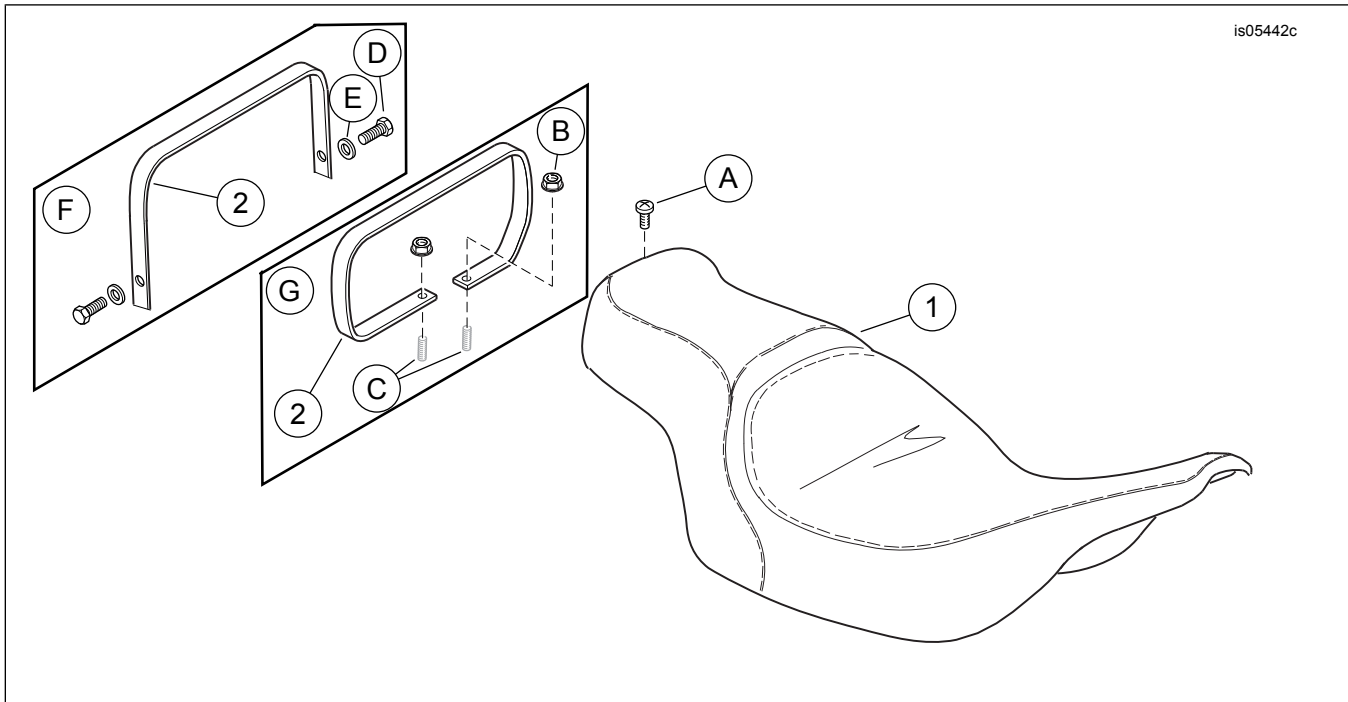

Abbildung 7. Ersatzteile: Sitzheizung
Siehe Abbildung 7 und Tabelle 1 für Inhalt des Satzes.
- Siehe Abbildung 7 >. Schraube (D), Unterlegscheibe (E) und Halteriemende entfernen. Die Befestigungsteile für späteren Einbau aufheben.
- Siehe Abbildung 7 >. Die Kreuzschlitzschraube (A) mit der Sicherungsscheibe von der Rückseite des gegenwärtig eingebauten Sitzes entfernen. Den Sitz nach hinten ziehen und den Sitz entfernen. Die Schraube aufbewahren
- Siehe Abbildung 7 >. Halteriemenschieberschraube (D) und Unterlegscheibe (E) einbauen. Festziehen.